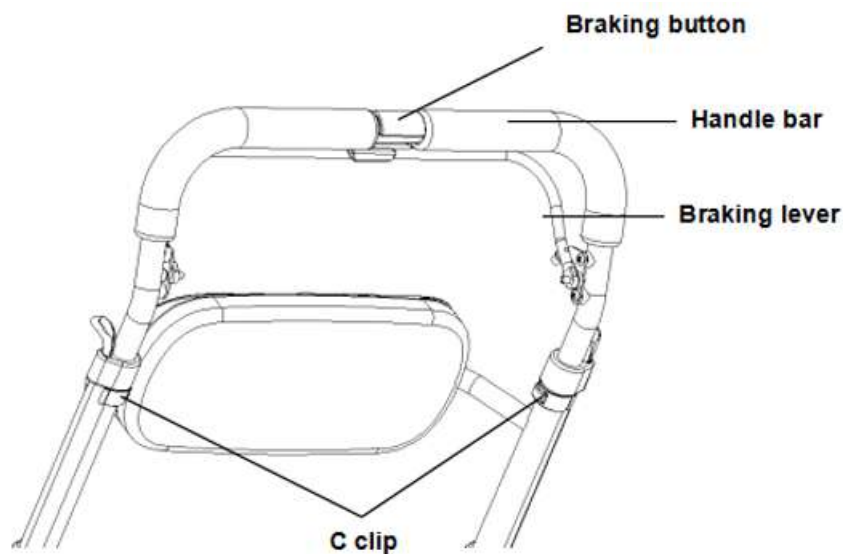

Figure 3
Entfernen Sie zunächst den C-Clip und stellen Sie dann das verstellbare Handgriffrohr nach oben oder unten auf die gewünschte Höhe ein (siehe Abbildung 3). Anschließend das Handgriffrohr wieder mit dem C-Clip befestigen.
1. Bremsen: Halten Sie den Griff und den Bremshebel mit beiden Händen fest und drücken Sie den Bremshebel in Richtung des Griffs, wie in Abbildung 3 gezeigt. Verriegeln Sie anschließend den Bremshebel mit dem Knopf (siehe Abbildung 3) und stellen Sie sicher, dass die Bremse aktiviert ist, sobald Sie ein „Klick“-Geräusch hören.